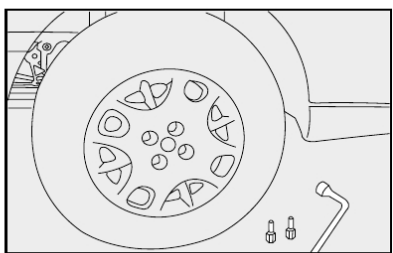

fig. 12
10) apertar os parafusos utilizando a chave de roda específica fig. 12;